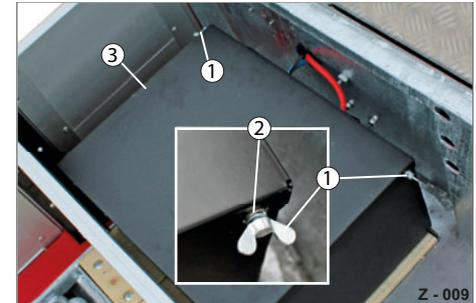

Abb. 13 Batteriekasten öffnen
- ▶ Drehen Sie beidseitig die Flügelmuttern (Abb. 13/1) auf.
- ▶ Bewahren Sie die Flügelmuttern mit Scheiben (Abb. 13/2) verliersicher auf.
- ▶ Klappen Sie die Abdeckung (Abb. 13/3) des Batteriekastens hoch.